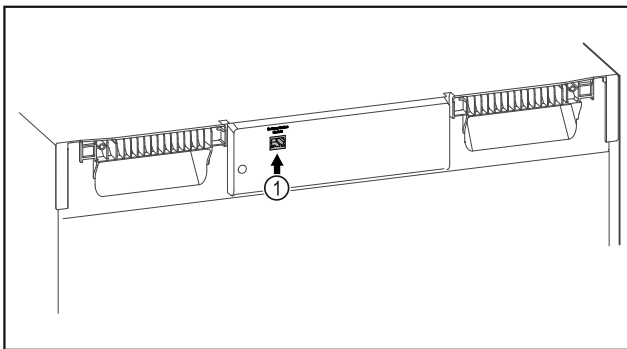

Fig. 107
- SmartModule Fig. 107 (1) er installert.